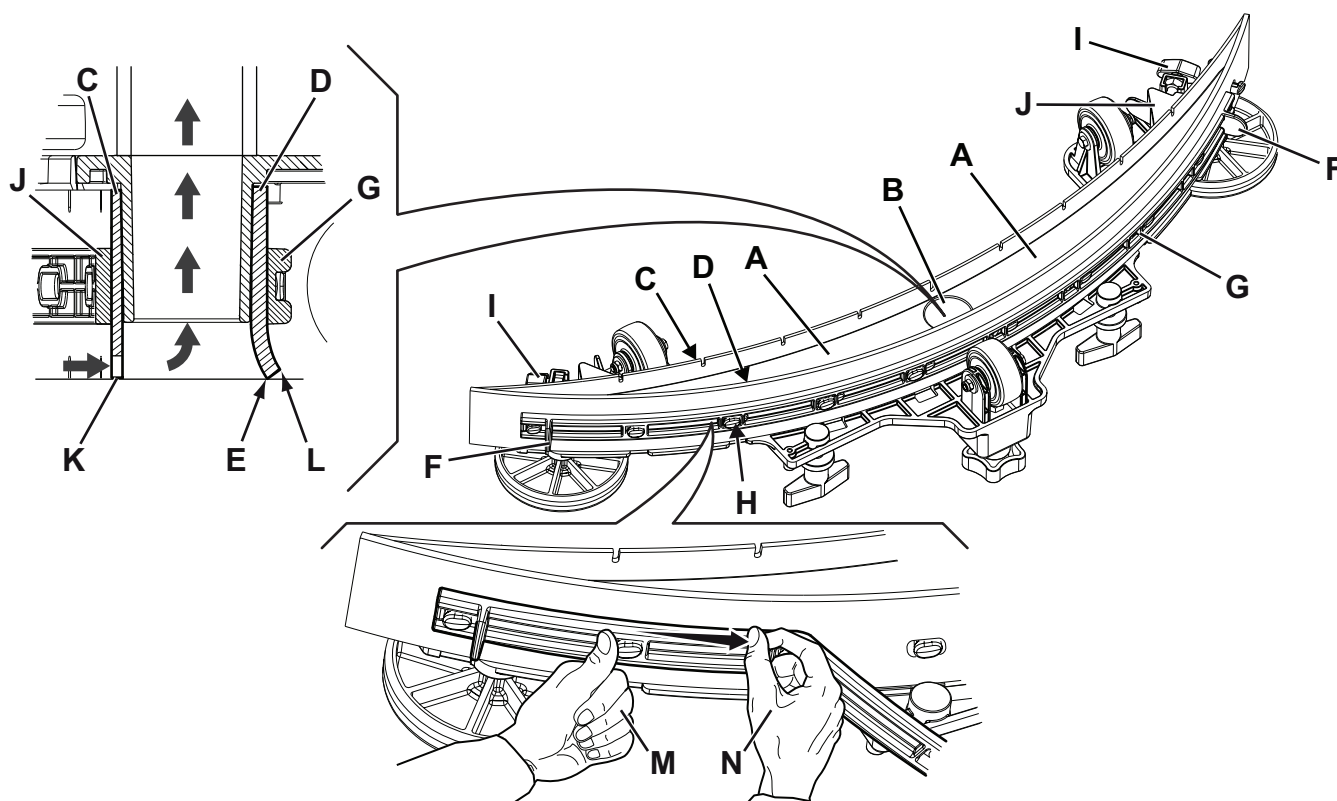

Figure 12
2. S'assurer que la machine est éteinte avec la clé opérateur (51) retirée.
3. Desserrer les boutons (14) et déposer l'embouchure (29).
4. Laver et nettoyer l'embouchure. Nettoyer en particulier les compartiments (A, Fig. 12) et l'orifice (B) de la saleté et des déchets. Contrôler que la lamelle en caoutchouc avant (C) et la lamelle en caoutchouc arrière (D) sont intactes et qu'elles ne présentent pas de coupures ou déchirures ; en cas contraire, les remplacer comme indiqué au paragraphe suivant.
2. Contrôler que la lamelle en caoutchouc avant (C, Fig. 12) et la lamelle en caoutchouc arrière (D) sont intactes et qu'elles ne présentent pas de coupures ou déchirures ; en cas contraire, les remplacer en procédant comme suit. Contrôler que l'arête avant (E) de la lamelle en caoutchouc arrière n'est pas usée ; en cas contraire, tourner la lamelle en caoutchouc, en remplaçant l'arête usée avec l'une des trois arêtes intactes. Si toutes les arêtes sont usées, remplacer la lamelle en caoutchouc en procédant comme suit :
- À l'aide de la lamelle (F), libérer et retirer la bande élastique (G) des dispositifs de retenue (H), puis remplacer/renverser la lamelle en caoutchouc arrière (D).
- Pour la repose, procéder dans l'ordre inverse de la dépose. Fixer la bande élastique (G) aux dispositifs de retenue (H) à partir d'un côté. Fixer les dispositifs de retenue un à un, en bloquant la bande avant le dispositif de retenue d'une main (M) et en la tirant avec l'autre main (N) pour faciliter la fixation.
- Dévisser les boutons (I) et enlever la bande de retenue (J), puis remplacer/renverser la lamelle en caoutchouc avant (C).
3. Reposer l'embouchure (29) et serrer les boutons (14).
- Vérifier que le rabat (K) de la lamelle en caoutchouc (C) et le rabat (L) de la lamelle en caoutchouc arrière (D) posent comme indiqué sur la figure.
- Pour le réglage, utiliser la manette (15).